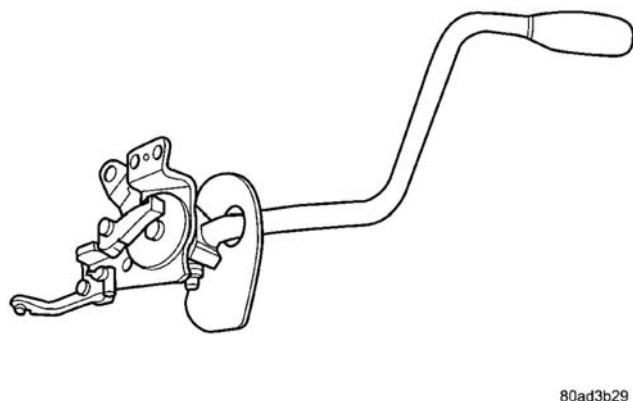

图 34 换挡杆
- (8) 断开 SKIM 电线接头。
- (9) 从转向管柱卸下 SKIM。
- (10) 断开自动换档杆线束接头（若配备了自动换档杆）。
- (11) 断开换档器处的换档器拉线。
- (12) 卸下将换档器固定至转向管柱的三个螺钉。（图 34）
- (13) 从转向管柱上卸下换档杆。